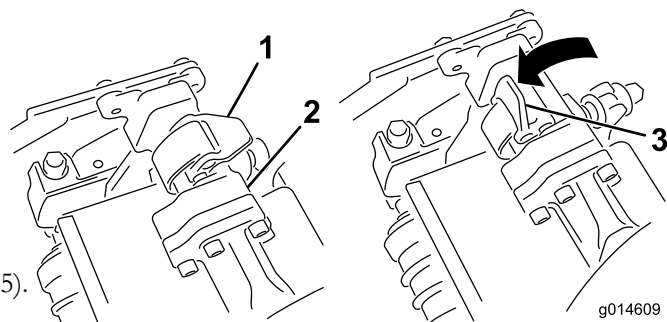
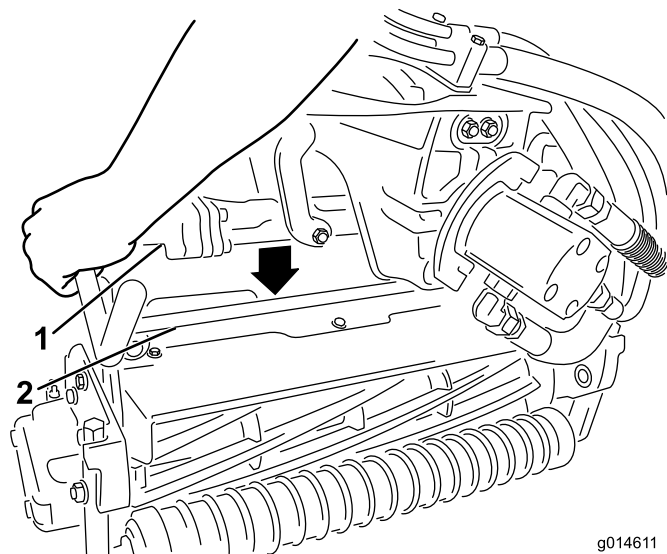

Figura 36
Figura 37
4. Con los enganches del brazo de suspensión orientados hacia arriba (es decir, abiertos) (Figura 36), empuje hacia abajo el brazo de suspensión de modo que la barra encaje en la barra situada en la parte superior de la unidad de corte (Figura 37).
5. Presione los enganches hacia abajo alrededor de la barra de la unidad de corte y bloquéelas (Figura 36).
5. Abra los enganches de la barra del brazo de suspensión de la unidad de corte que está retirando (Figura 36).